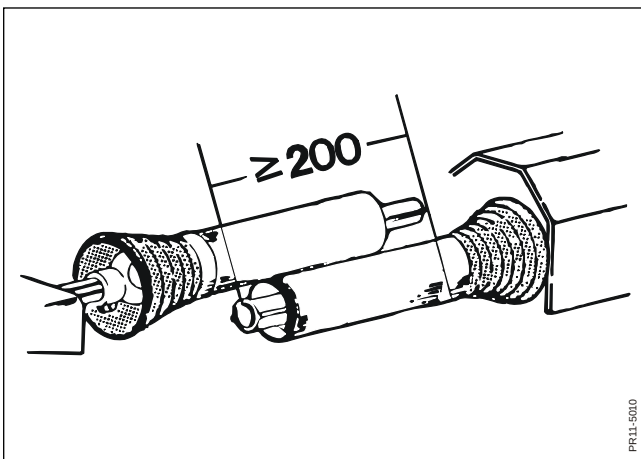

Fig. 3
- FIG. 3** Kraftöverföringsaxeln kopplas till traktorns kraftuttagstapp, varefter man kontrollerar att axelns profilrör har minst 200 mm ingrepp i arbetsläge. Dessutom skall man kontrollera att den har möjlighet att röra sig fritt i både upplyft och nersänkt läge. Är axeln för lång, kan profilrören kortas av till önskad längd. Profilrören bör gradas av och rengöras noggrant efter avkortningen. Därefter fettas rören in.